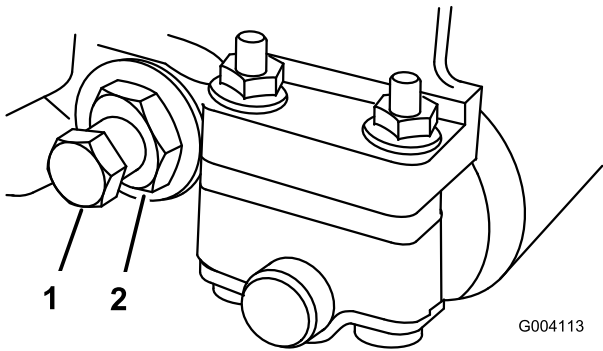

Figura 62
2. Svitare il dado di tensionamento della molla finché la rondella non è più tesa contro la barra di appoggio (Figura 62).
3. Allentate, da ciascun lato della macchina, il controdado che fissa il bullone della barra di appoggio (Figura 62).